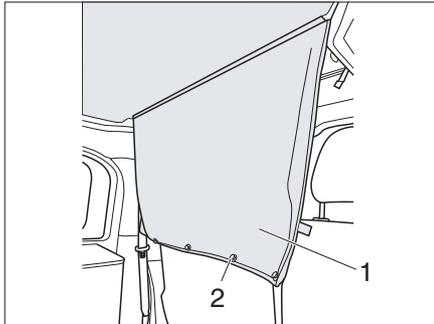

Bild 24 Durchstiegsabdeckung aufrollen
- ▶ An den Druckknöpfen (Bild 24,2) ziehen und Durchstiegsabdeckung (Bild 24,1) öffnen.
- ▶ Durchstiegsabdeckung (Bild 24,1) aufrollen und mit Druckknopf am Gurtband fixieren. Alternativ kann die Durchstiegsabdeckung auch unter die Matratze gelegt werden.